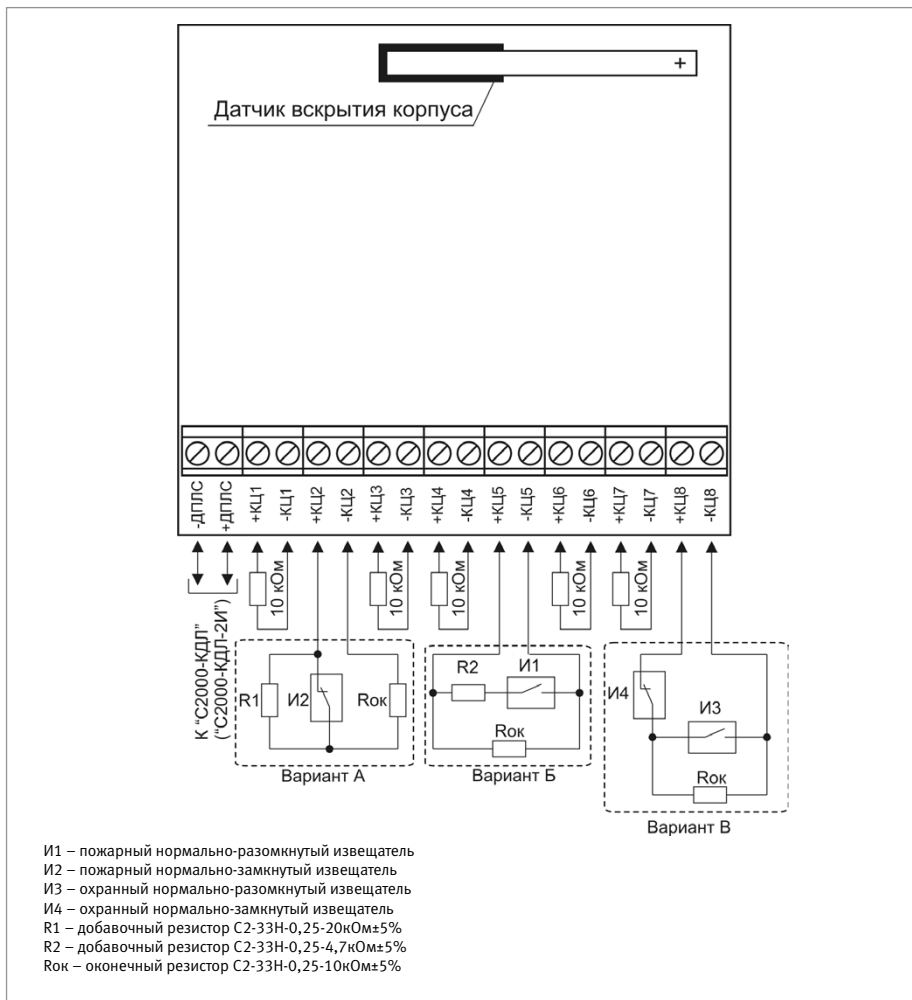

Рисунок 8. Схема внешних соединений адресного расширителя «С2000-AP8»
2. Схема внешних соединений приведена на Рисунок 8.